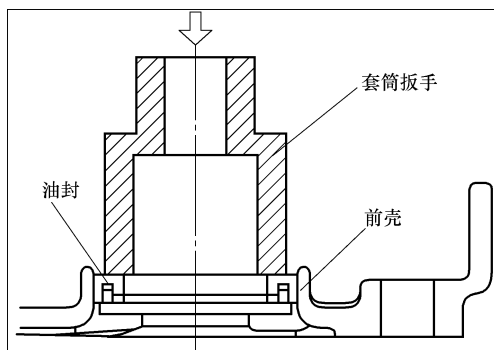

图 2-99 安装平衡轴油封
5) 安装平衡轴油封。如图 2-99 所示，使用套筒扳手，将平衡轴油封压入前盖内。